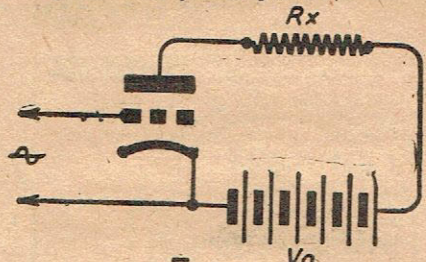
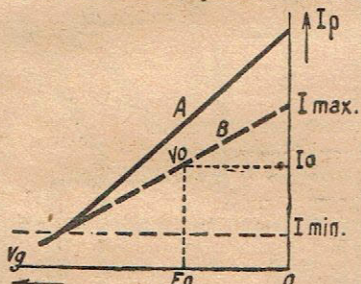

Fig. 1
Fig. 2
M.M. Fig. 1
M.M. Fig. 2
Considérons le circuit représenté par la figure 1. Dans le circuit plaque de la lampe est intercalée une résistance de charge purement ohmique R_x . La figure 2 donne en A, la courbe statique de la lampe, c'est-à-dire les valeurs du courant plaque pour différentes valeurs de la tension grille. Ces caractéristiques sont celles généralement fournies par les fabricants de lampes.
Cette même courbe tracée avec une résistance de charge R_x donne le tracé B sur la figure 2. On peut de suite faire une première constatation. Plus la résistance de charge sera grande, et plus la courbe B sera aplatie.
Cependant le schéma de la figure 1 est rarement utilisé.
Revenons à la figure 2. Supposons que les conditions de fonctionnement de la lampe soient les suivantes :
La courbe B de la figure 2 représente la caractéristique de la lampe pour une certaine charge dans le circuit plaque.